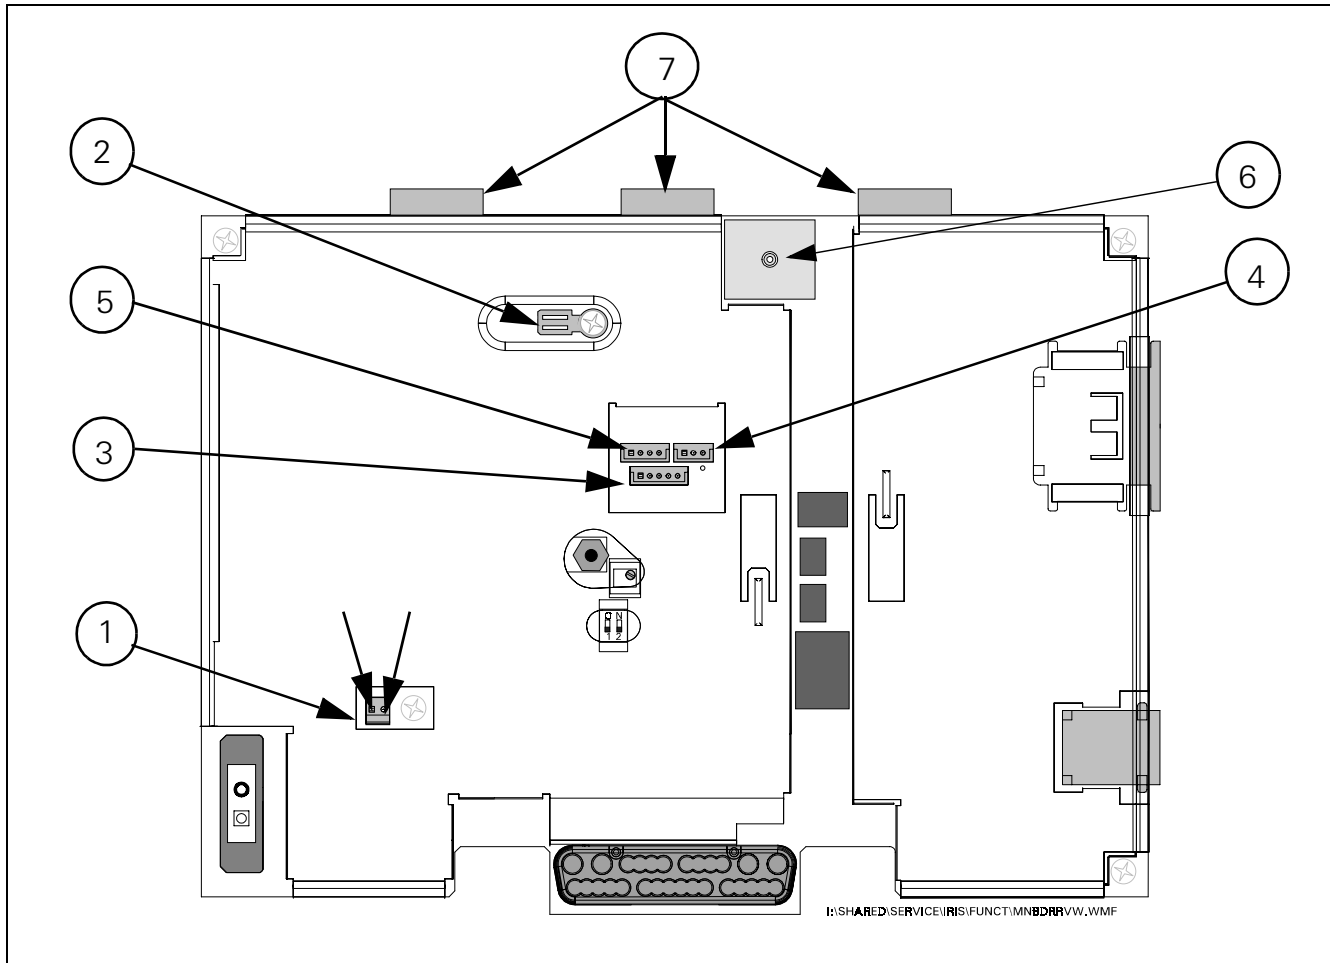

Abbildung 3-21 CPU-Einheit
- 4) Siehe Abbildung 3-21. Ziehen Sie so vorsichtig wie möglich innerhalb des eingeschränkten Raumes folgende Stecker aus der Hauptleiterplatte: den rot/schwarzen Netzstecker ①, die Erdung ②, das zwei-
Siehe Abbildung 3-21 auf Seite 69 zum Einstecken der Kabelstecker.
Achten Sie auf die ordnungsgemäße Polung, um Schäden an der Hauptleiterplatte zu vermeiden. Siehe Abbildung 3-21 auf Seite 69. Richten Sie den Stecker so aus, daß die roten Kabelstecker in [R], die schwarzen in [B] stecken.